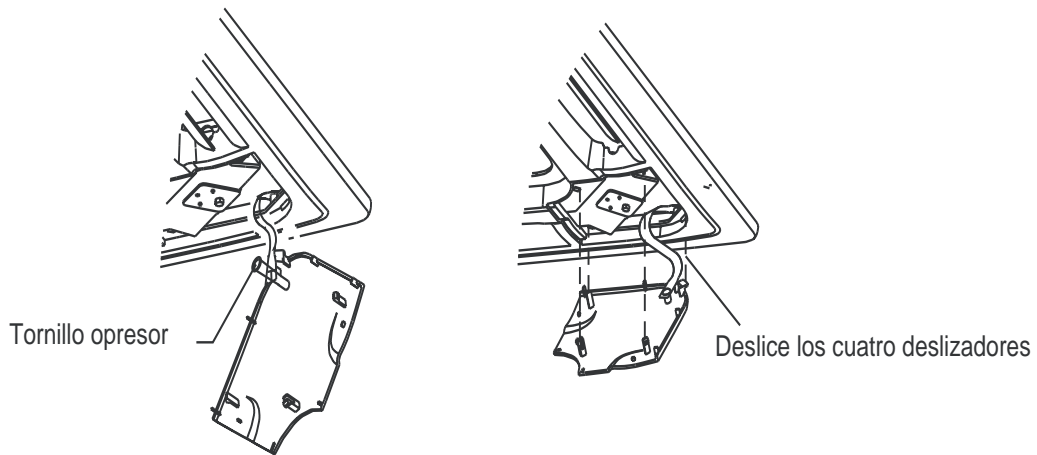

Fig.28
1. Asegure la cuerda de la cubierta de esquina al tornillo de la cubierta de esquina. (Fig.28)
2. Presione ligeramente la cubierta en el panel. (Fig.28)